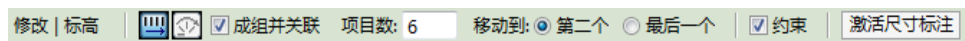

图 1-10
- 6) 用“阵列”的方式绘制标高，可一次绘制多个间距相等的标高，此种方法适用于多层或高层建筑。选择标高“F5”，单击“修改/标高”上下文选项卡>“修改”面板>“阵列”工具，弹出设置选项栏（如图 1-10 所示），取消勾选选项栏的“成组并关联”，输入项目数为“6”即生成包含被阵列对象在内的共 6 个标高为保证正交，可以勾选“约束”选项以保证正交。